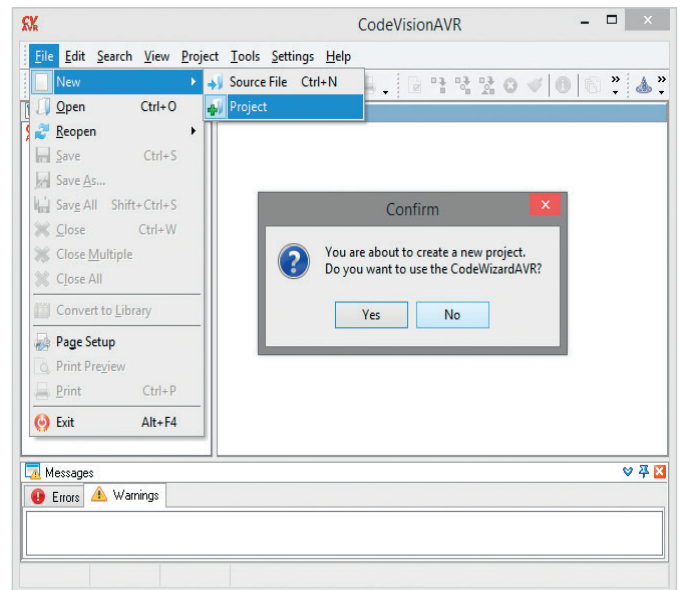

Рис. 7. Создание нового проекта в CodeVisionAVR
- откажемся от применения генератора CodeWizardAVR для формирования программного кода, для чего в окне Confirm нажмём на кнопку No (рис. 7);